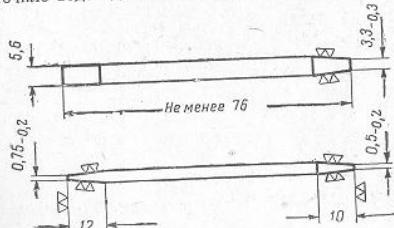

Рис. 34. Ремонт лезвия отвертки
(I) Заправить скрошенный конец лезвия на наждачном точиле, смачивая точило водой для избежания отпуска (рис. 34).